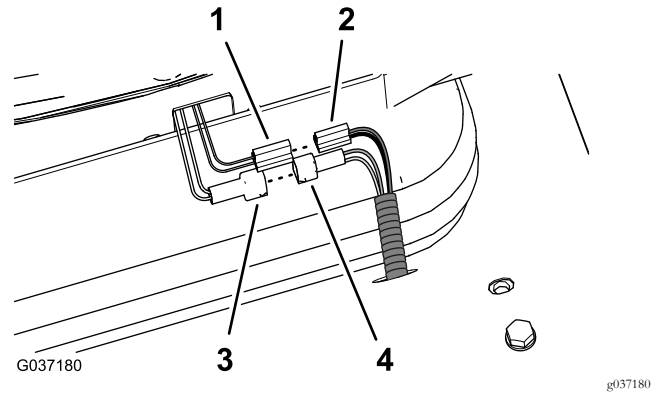
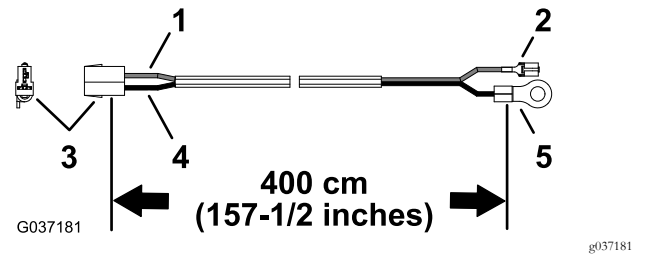

図 30
図 31
- 座席スイッチ用のコネクタ黄色線と灰色線を、マシン用ハーネスのコネクタに接続する図 30。
- 図 31 に示されている、400cm のワイヤハーネスリング端子が付いているものを探し出す。
- エアサスペンション用の 2 ブレードコネクタを、400cm キット用のワイヤハーネスの 2 ソケットコネクタ黒線と赤線に接続する図 30 と図 31 を参照。